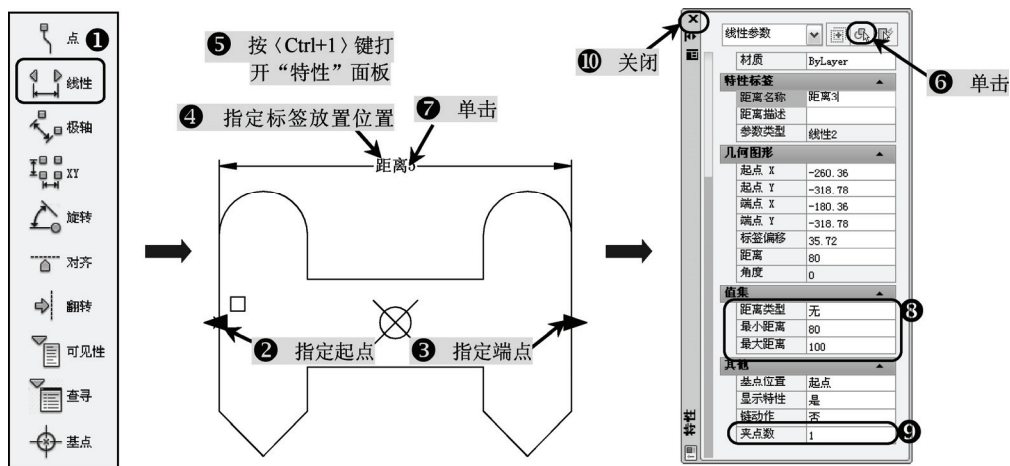

图 9-10 线性参数操作及设置数据
2) 在“块编写选项板”中的“参数”选项卡中单击“线性”工具按钮, 提示指定起点, 单击左边竖直线段的中点, 提示指定端点, 单击右端竖直线段的中点, 放置好该标签的位置; 执行“特性”命令 (mo), 选择刚才绘制好的标签, 在“集值”选项中的“最小距离”中输入“80”, 在“最大距离”中输入“100”, 在“其他”选项中的“夹点数”中选择“1”, 关闭“特性”选项板, 如图 9-10 所示。